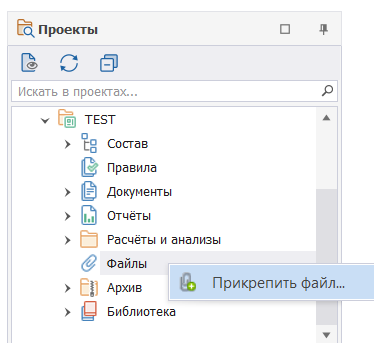

Рис. 36 Добавление файла в дерево проекта
1. Вызовите контекстное меню для узла «Файлы» и выберите пункт «Прикрепить файл», Рис. 36.